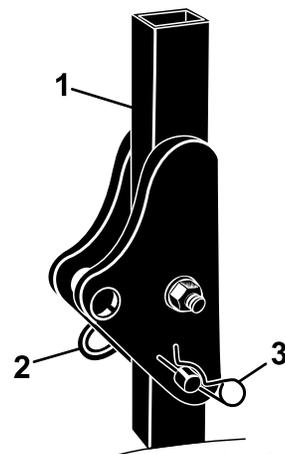

Figure 3
1. Retirez les goupilles fendues puis les axes de l'arceau de sécurité (Figure 3).
2. Relevez complètement l'arceau de sécurité puis insérez les 2 axes et fixez-les avec les goupilles fendues (Figure 3).